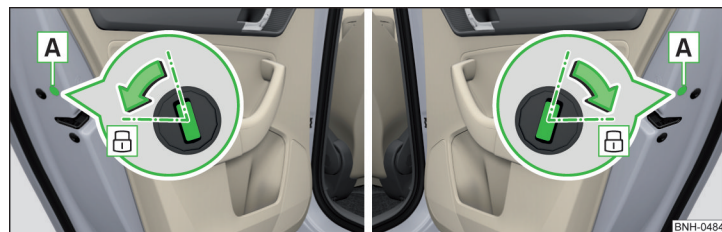

Fig. 162 Încuierea în regim de urgență: portiera spate stânga/dreapta
- › Demontați masca **A** » fig. 162.